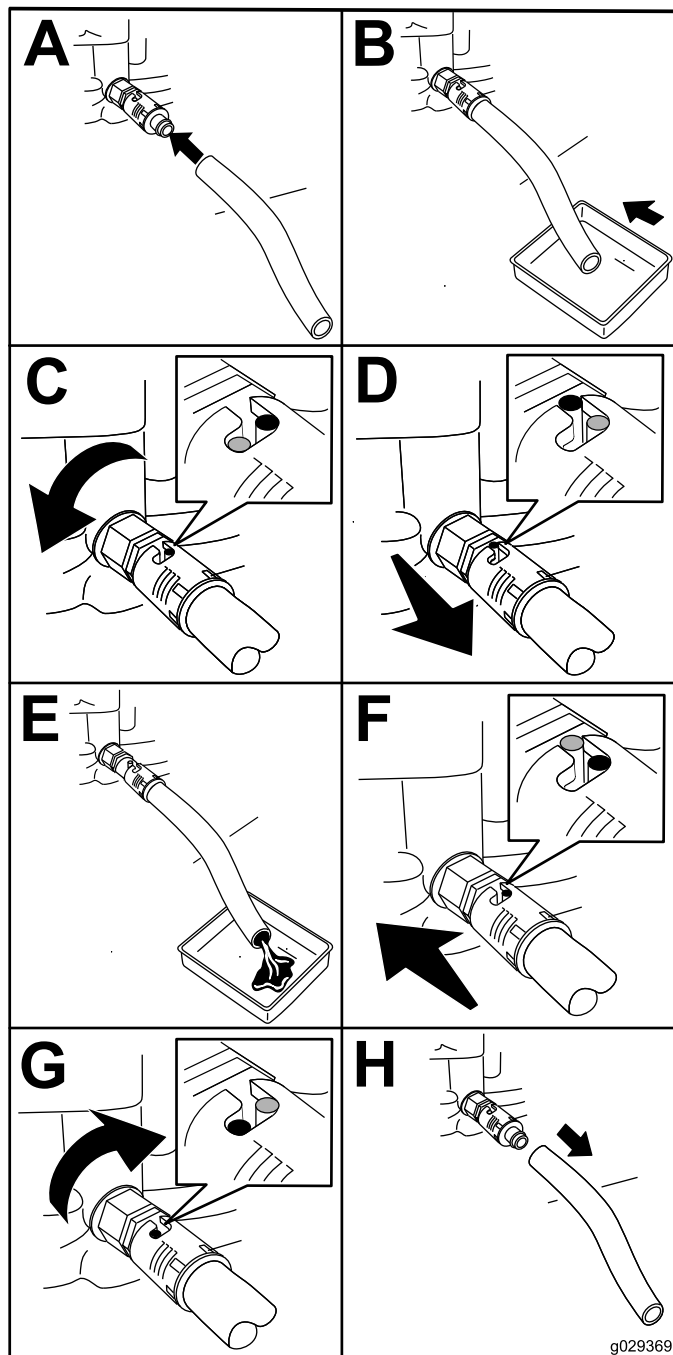

Рисунок 31
4. Установите сливной шланг на сливной клапан (Рисунок 31).
5. Поместите другой конец шланга в подходящий контейнер для масла (Рисунок 31).
6. Поверните маслосливной кран на $\frac{1}{4}$ оборота против часовой стрелки, чтобы начать слив масла (Рисунок 31).
7. После того как все масло стечет, закройте маслосливной кран, повернув его на $\frac{1}{4}$ оборота по часовой стрелке (Рисунок 31).